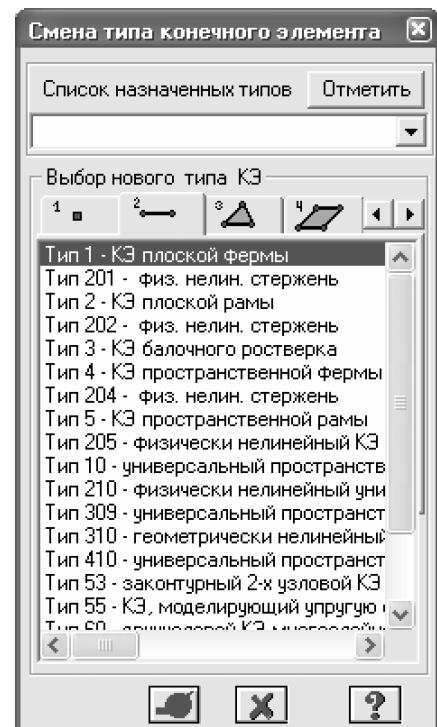

Рис.3.11. Диалоговое окно **Смена типа конечного элемента**
- С помощью меню **Схема ⇒ Корректировка ⇒ Смена типа конечного элемента** (кнопка  на панели инструментов) вызовите диалоговое окно **Смена типа конечного элемента** (рис.3.11).